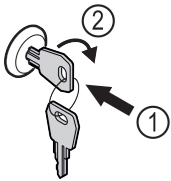

Fig. 115
- ▶ Zatlačte kľúč Fig. 115 (1).
- ▶ Otočte kľúč o 90° v smere hodinových ručičiek Fig. 115 (2).